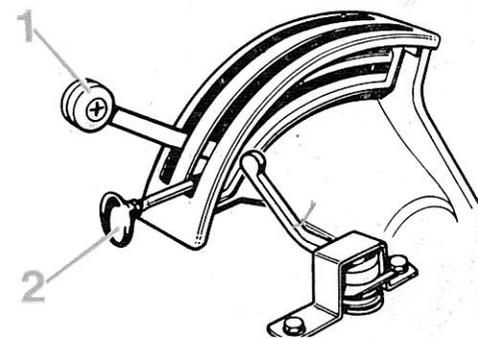
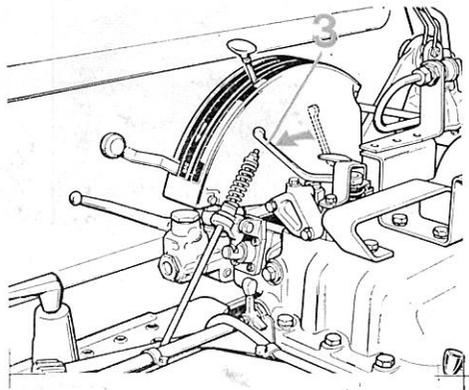

FIG. 25
FIG. 27
— POSITION 2 : vers un vérin simple effet branché sur la prise de pression (4). La commande de vérin s'effectue par l'intermédiaire du levier de contrôle de position (1 fig. 25) après avoir mis la manette de sensibilité (3 fig. 27) complètement en arrière.